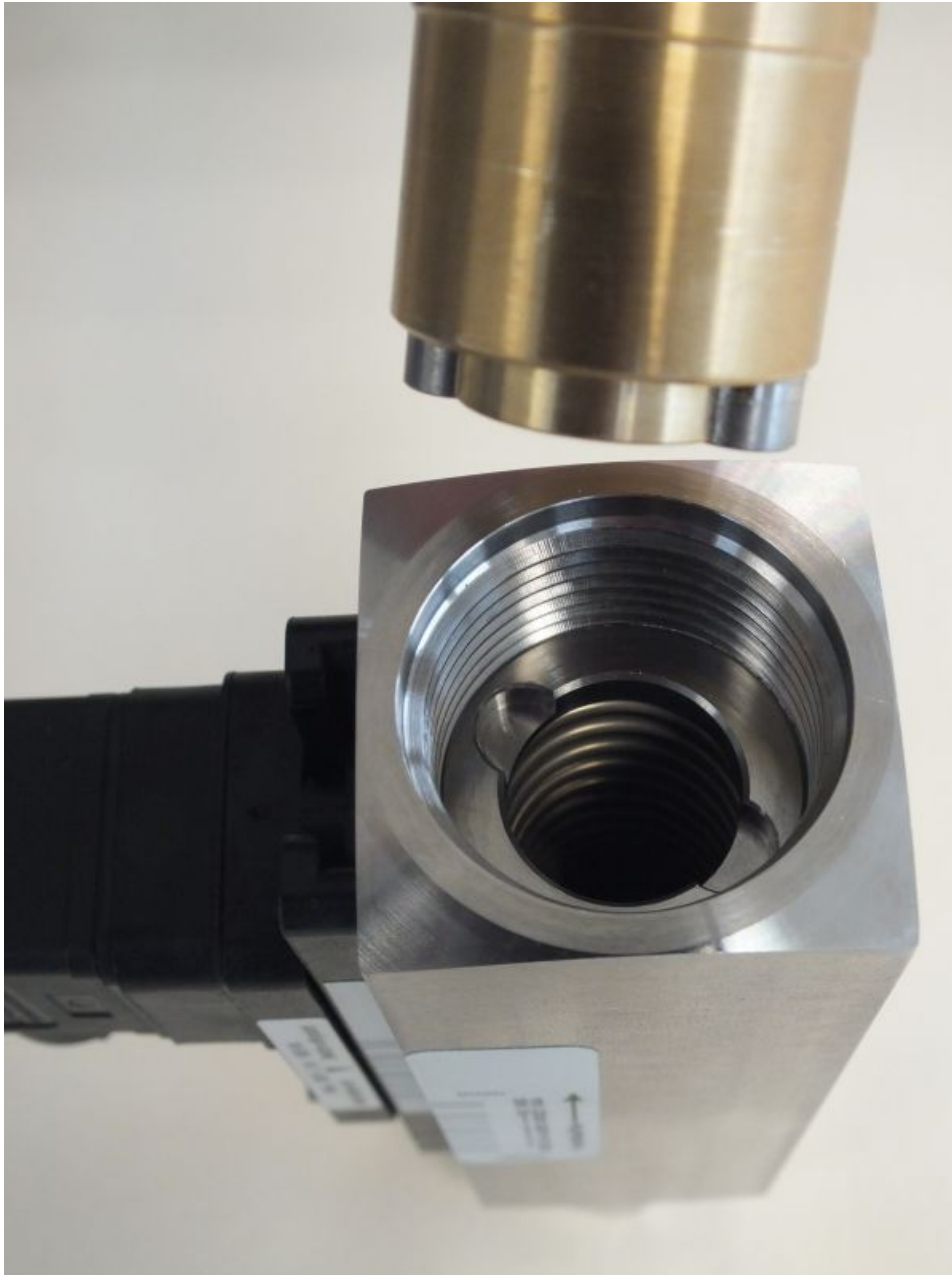

Abb. 50: Eindrückwerkzeug-Gewinding DKME/A-1 (Ausgang) einführen
- 8.** Das Eindrückwerkzeug-Gewinding DKME/A-1 (Ausgang) in den Geräteausgang einführen (Abb. 50) und drehen bis es in die Mitnehmer-Nut des Gewindinges einrastet